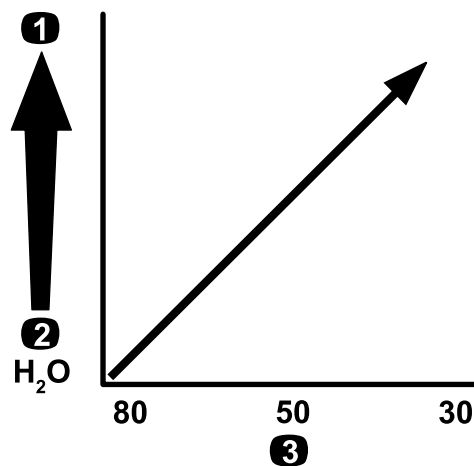

Figure 76
**Important:** Si vous pulvérisiez des produits chimiques de viscosité plus élevée (plus épais) ou des solutions avec poudres mouillables, vous devrez peut-être utiliser un maillage plus grossier pour le filtre d'aspiration en option; voir Figure 76.